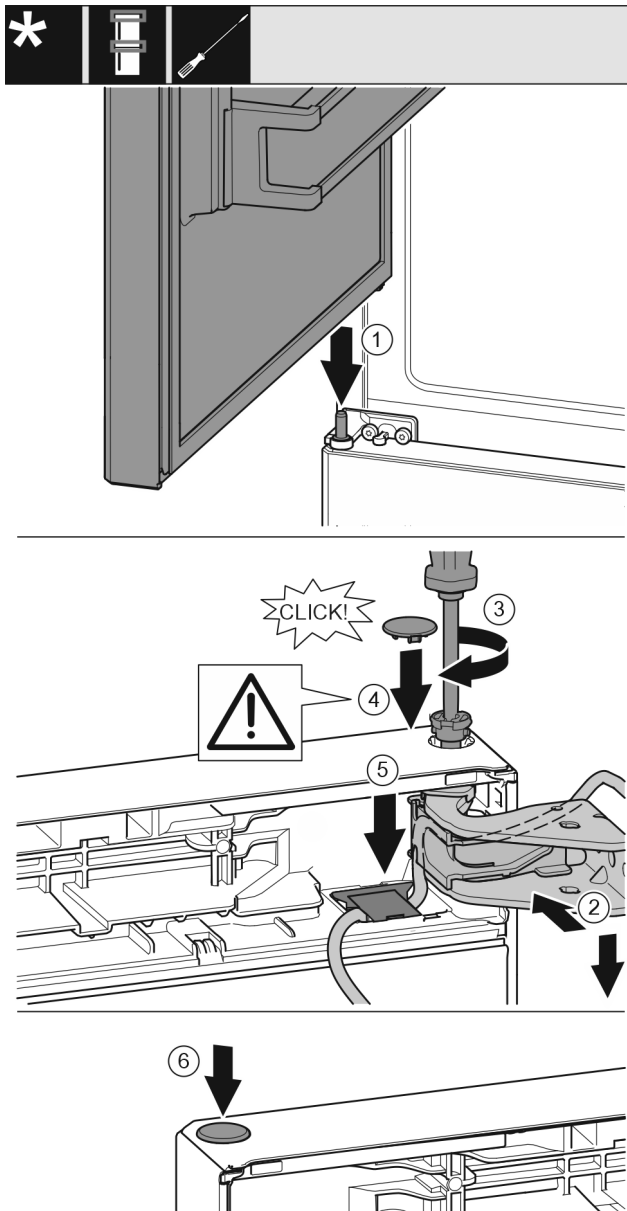

Fig. 42
- ▶ Bovenste deur op de middelste lagerbout plaatsen. Fig. 42 (1)
- ▶ Deur boven uitlijnen op de opening in de lagerbus. Fig. 42 (2)
- ▶ Bouten aanbrengen en met schroevendraaier T15 vastschroeven. Fig. 42 (3)
- ▶ Veiligheidsafdekking voor de veiligheid van de deur monteren: Veiligheidsafdekking aanbrengen en controleren of deze op de deur rust. Anders bout volledig aanbrengen. Fig. 42 (4)
- ▶ Afdekking plaatsen en naar onder drukken tot deze vergrendelt. Fig. 42 (5)
- ▶ Stop aanbrengen. Fig. 42 (6)